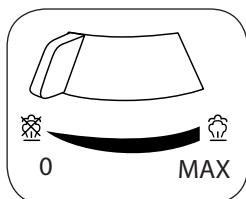

Fig. 2
Impostare il selettore vapore (B) su "0" (Fig. 2).
Quando la spia (F) di controllo della temperatura si spegne ruotare il selettore di regolazione vapore (B) nella posizione richiesta. La massima erogazione di vapore si ottiene spostando il selettore in posizione "max". Spostandolo su "0" non viene erogato vapore (Fig. 2).
Inserire la spina nella presa elettrica. Impostare il selettore vapore (B) su "0" (Fig. 2). Impostare la manopola (E) di regolazione della temperatura a seconda del tipo di tessuto da stirare. Attendere qualche minuto affinché la piastra raggiunga la temperatura.